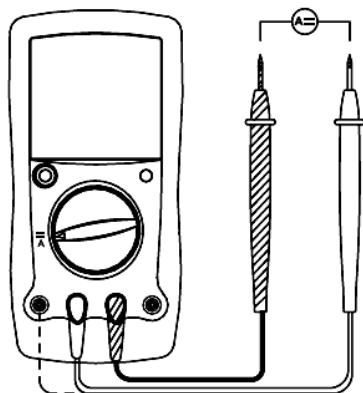

Рис. 5
C. Измерение постоянного тока (См. рис. 5)